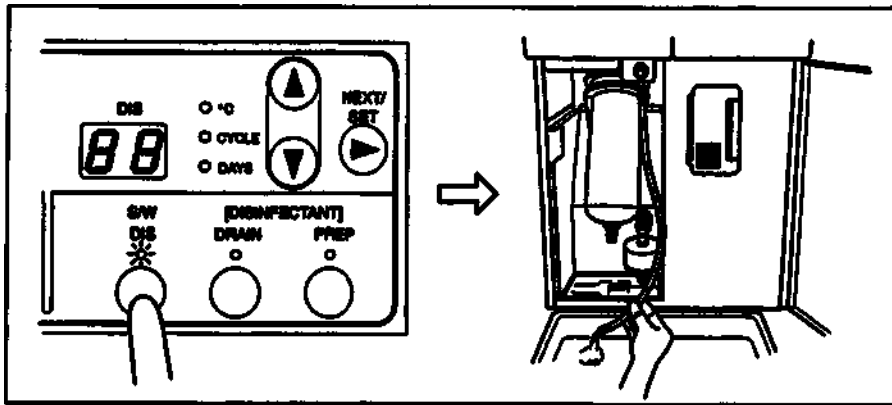

Рис. 6.7
12. Нажмите кнопку «S|W DIS» на вспомогательной панели управления (см. рис. 6.7).